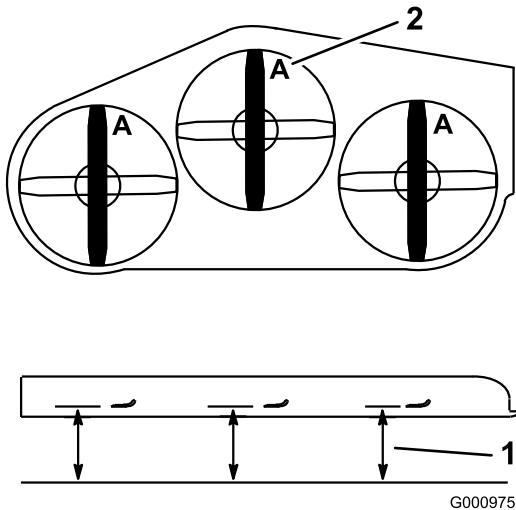

Figura 92
3. Gire las cuchillas hasta que los extremos estén orientados hacia adelante y hacia atrás (Figura 92).
4. Mida desde una superficie nivelada hasta el filo de corte, posición A, de las cuchillas (Figura 92).